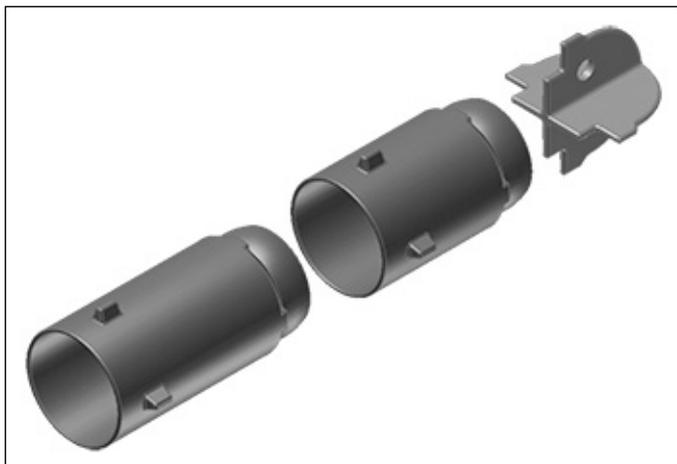

Figura 3.9
4. Instale las secciones cerámicas interiores. Consulte la Tabla 3.1 para las cantidades apropiadas de secciones de tubo interior cortas (185 mm) y largas (235 mm). A partir de la sección final, añadir las secciones del tubo interior de uno dentro del otro y empujarlos hasta el final del tubo exterior. Asegúrese de que las secciones del tubo interior estén completamente insertadas en el tubo exterior. Si no están totalmente introducidos, el quemador no funcionará correctamente y puede resultar dañado. Véase la Figura 3.9.
1. Instale las secciones cerámicas interiores con el tubo exterior orientado horizontalmente. Consulte la Tabla 3.1 para las cantidades apropiadas de secciones de tubo interior cortas (185 mm) y largas (235 mm). A partir de la sección final, añadir las secciones del tubo interior de uno dentro del otro y empujarlos hasta el final del tubo exterior. Asegúrese de que las secciones del tubo interior estén completamente insertadas en el tubo exterior. Si no están totalmente introducidos, el quemador no funcionará correctamente y puede resultar dañado. Véase la Figura 3.9. Sitúe la junta sobre el tubo exterior.
1. Instale las secciones cerámicas interiores con el tubo exterior orientado horizontalmente. Consulte la Tabla 3.1 para las cantidades apropiadas de secciones de tubo interior cortas (185 mm) y largas (235 mm). A partir de la sección final, añadir las secciones del tubo interior de uno dentro del otro y empujarlos hasta el final del tubo exterior. Asegúrese de que las secciones del tubo interior estén completamente insertadas en el tubo exterior. Si no están totalmente introducidos, el quemador no funcionará correctamente y puede resultar dañado. Véase la Figura 3.9.